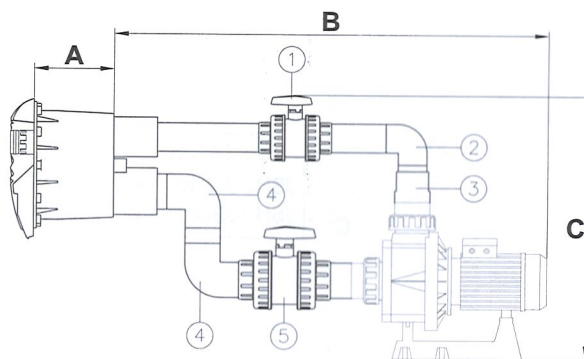

Fig. 7
- Verbinden Sie ein Rohr $\varnothing 75$ mm (*) mit der Reduzierhülse (siehe Fig.7).
- Verbinden Sie das Ventil $\varnothing 75$ mm. (Nr.1, Fig. 7) mit dem Rohr $\varnothing 75$ mm (*).
- Verbinden Sie das Rohr $\varnothing 75$ mm (*) mit dem Ventil $\varnothing 75$ mm (Nr.1, Fig. 7).
- Verbinden Sie den Rohrkrümmer $\varnothing 75$ mm (Nr.2, Fig.7) mit dem Rohr $\varnothing 75$ mm (*).
- Verbinden Sie das Rohr $\varnothing 75$ mm (*) mit dem Rohrkrümmer (Nr.2, Fig.7).
- Verbinden Sie die konische Reduzierung von 90/75/63 mm (Nr.3, Fig. 7) mit dem Rohrkrümmer $\varnothing 75$ mm (Nr.2, Fig. 7) und mit der Rohrverschraubung der Pumpe $\varnothing 90$ mm.
- Benutzen Sie ein Rohr von $\varnothing 90$ mm (*) und Schließen Sie damit einen Rohrkrümmer $\varnothing 90$ mm. (Nr.4, Fig.7) an die Ansaugung des Gehäuses (siehe Fig. 7) an.
- Mit einem Rohr von $\varnothing 90$ mm (*) vereinen wir nun den anderen Rohrkrümmer von $\varnothing 90$ mm (Nr.4, Fig.7) mit dem schon verleimten Rohrkrümmer (siehe Fig.7).
- Verbinden Sie das Ventil $\varnothing 90$ mm (Nr.5, Fig.7) mit dem Rohrkrümmer (Nr.4, Fig.7), indem Sie für den Anschluß ein Rohr von $\varnothing 90$ mm (*) benutzen.
- Verbinden Sie ein Rohr $\varnothing 90$ mm (*) mit dem Ventil (Nr.5, Fig.7) und mit der Rohrverschraubung der Pumpe $\varnothing 90$ mm.